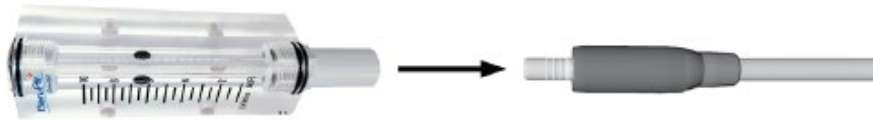

图 5
5. 将流量计放在机头附件上，然后启动冷却空气并测量气流。根据 JIS B7551 标准，测量值位于流量计球体中部。图 5。